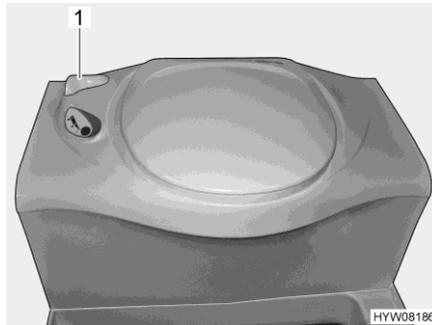

Bild 295 Thetford-Toilette
- Vor dem Spülen den Schieber der Thetford-Toilette öffnen. Dazu den Schieberhebel (Bild 295,1) entgegen dem Uhrzeigersinn drehen.
- Nach dem Spülen den Schieber schließen. Dazu den Schieberhebel (Bild 295,1) im Uhrzeigersinn drehen.